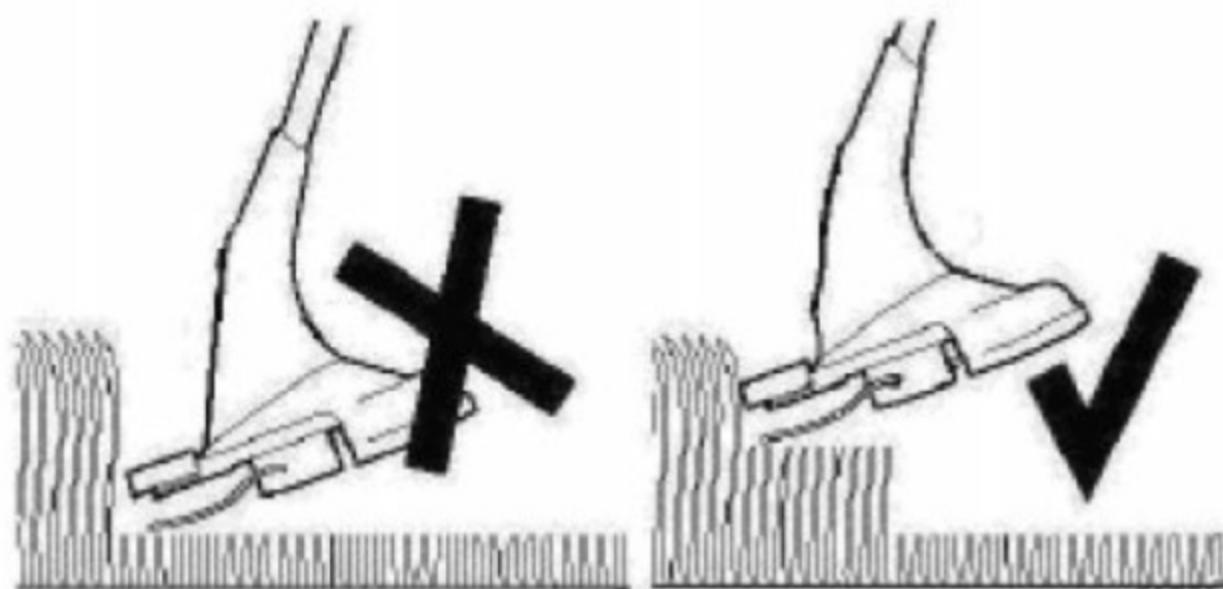

fig. 10
4. _Nu supraîncărcați mașina, cosi o dată mici de suprafață, acest lucru îmbunătățește eficiența cosit, deoarece mașina de tuns iarba rulează la viteză maximă. (fig. 10)